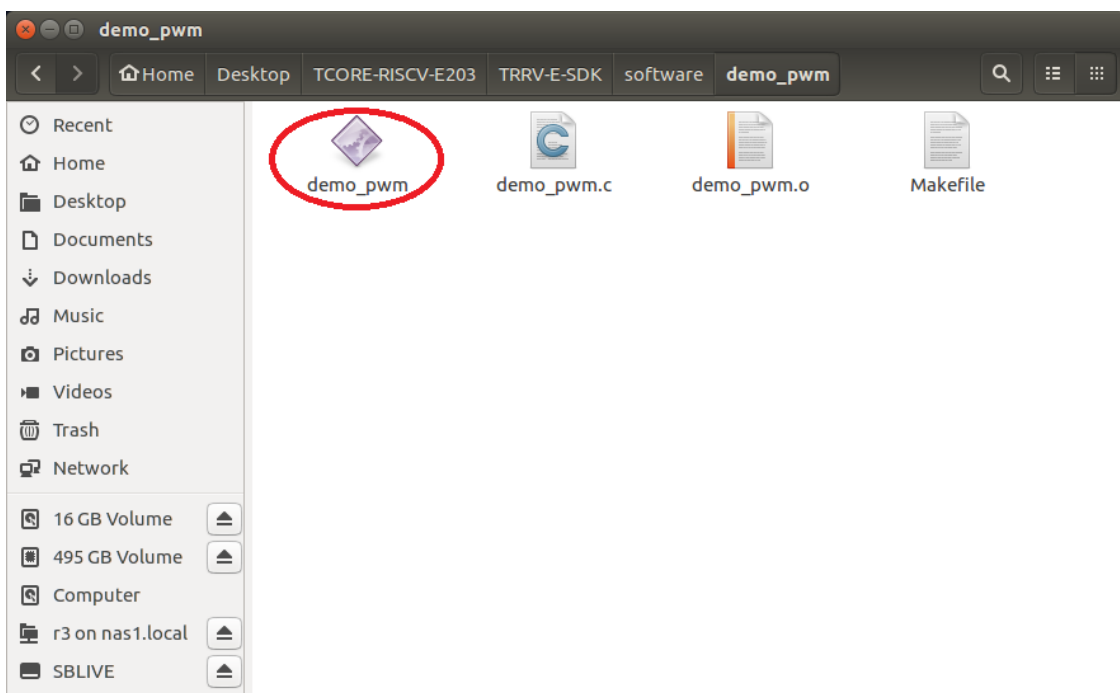

图4.1.2 编译生成二进制文件
2. 工程编译完成之后, 可以看到在 "demo\_pwm" 文件夹下生成了可执行文件 "demo\_pwm", 如图 4.1.2 所示。